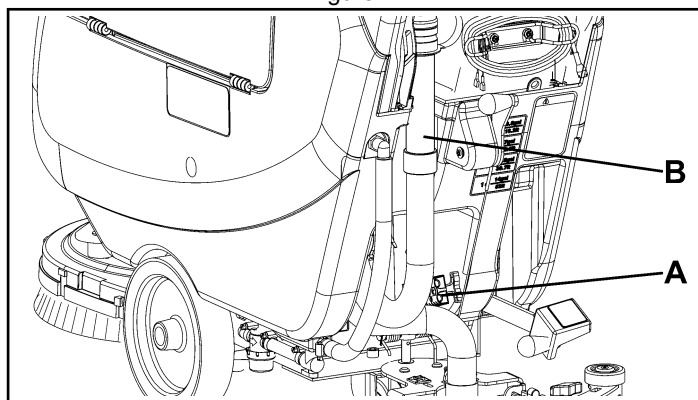
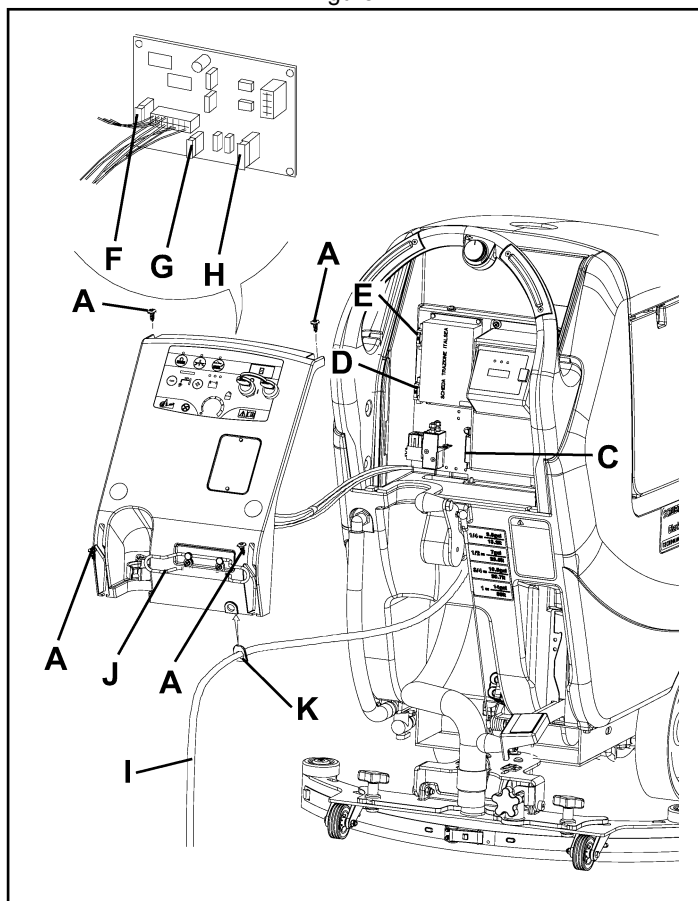

Figure 42
Figure 43
1. Tourner la clé de contact (A, Fig. 43) sur "I".
2. Appuyer sur le bouton-poussoir (B) et lire sur le compteur horaire (C) le numéro total des heures de travail (lavage / séchage) effectuées par la machine.
3. Appuyer à nouveau sur le bouton-poussoir (B).
4. Tourner la clé de contact (A) sur "0".
1. Débrancher le connecteur (A, Fig. 42) des batteries.
2. Déplacer le tuyau de vidange de l'eau de récupération (B).
3. Déposer le câble (I, Fig. 43) du chargeur de batterie du logement (J).
4. Déposer les vis (A) et déplacer le tableau (B) avec soin en dégageant la bague en caoutchouc (K) de son logement dans le tableau (B).